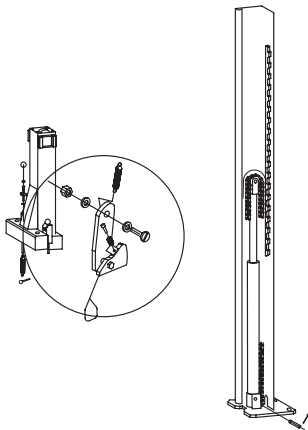

Рисунок 7 – Крепление каретки к цепи
13. Установите цилиндры. Опустите цилиндр в каждую каретку по центру опорной плиты. Убедитесь, что пятка на основании цилиндра вписалась в центральное отверстие опорной плиты. Наденьте цепь на шкивы на вершинах цилиндров (рис. 7).
15. Установите насосную станцию как показано на (рис. 7).